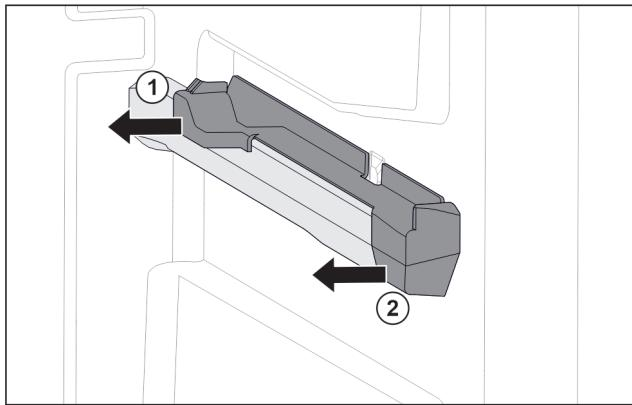

Fig. 114 Наставка върху дясното ребро на съда
- Изтеглете наставката отзад настрани. Fig. 114 (1)
- Изтеглете наставката отпред настрани. Fig. 114 (2)